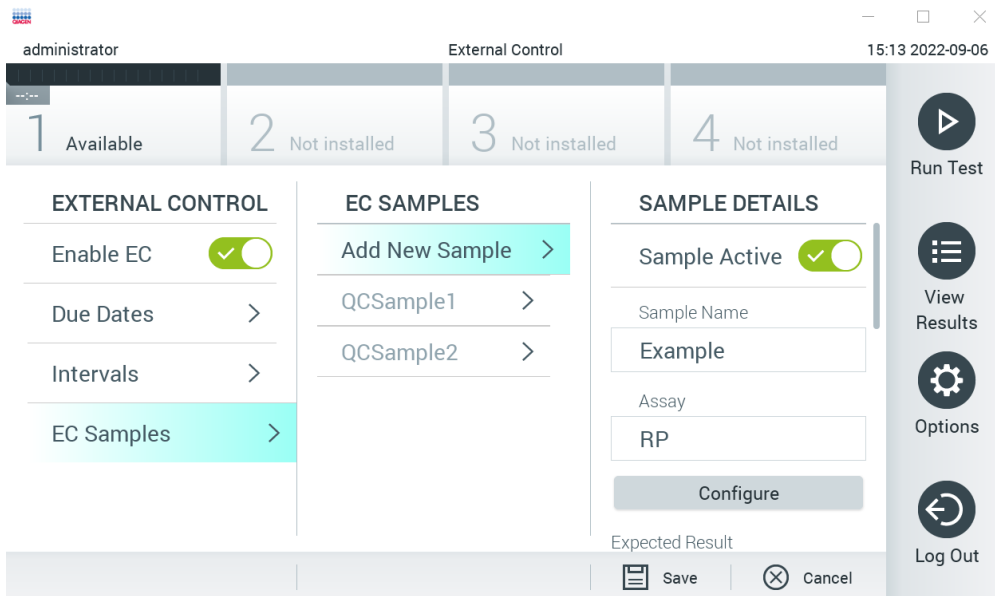
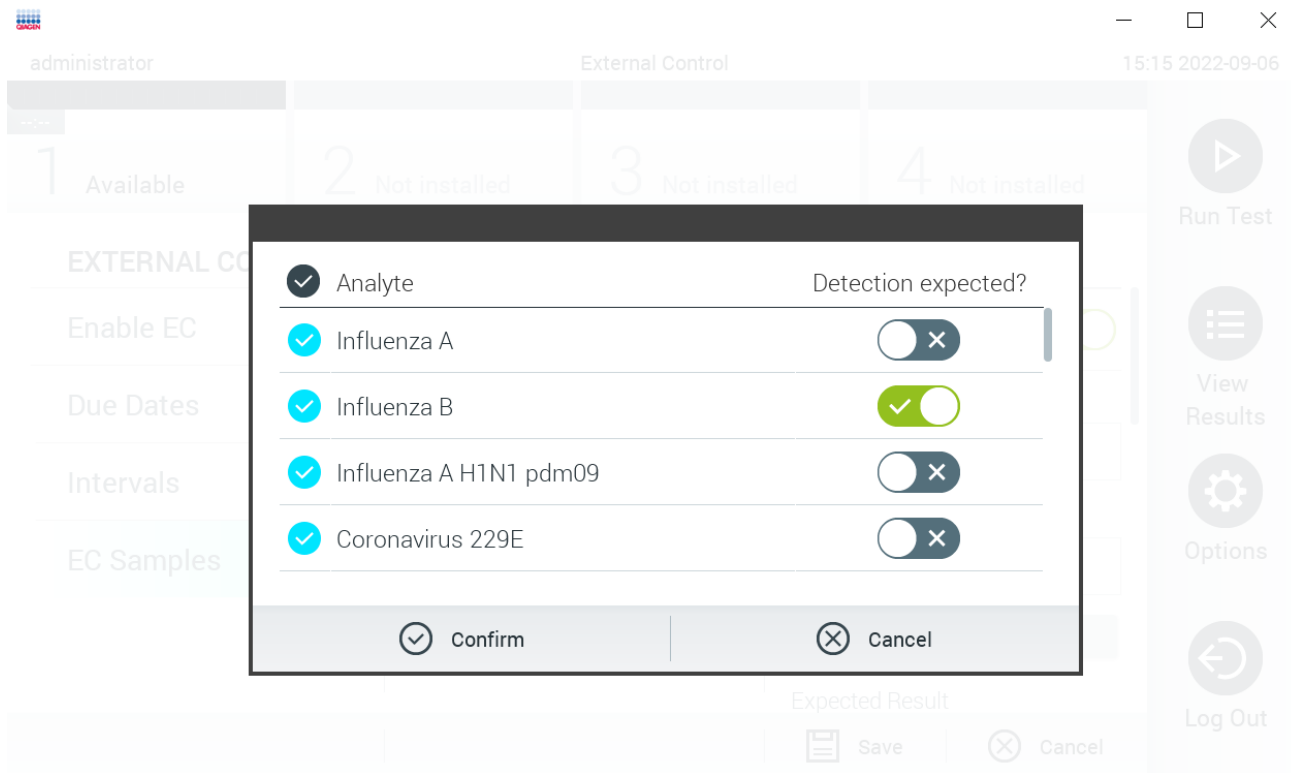

図 53.External Control EC Samples (外部コントロールの EC サンプル) 画面。
図 54. External Control EC Sample（外部コントロール EC（External Control）サンプル）構成画面。
5. 外部コントロール検査で使用するサンプルを追加または編集するには、**EC Samples** (EC サンプル) を選択します。新しい EC サンプルを追加するには、**Add new Sample** (新しいサンプルを追加) を押してから、右側の列の構成を続行します (図 53)。EC サンプルを編集するには、中央列から既存のサンプルを選択し、右列で設定を続けます。
6. Configure (構成) を選択して、External Control (外部コントロール) 検査の分析対象を編集します (図 53)。外部コントロール EC (External Control) サンプルの構成では、分析対象を外部コントロール EC (External Control) の実行で検討するかと、検出が予測されるかを決定できます (図 54)。